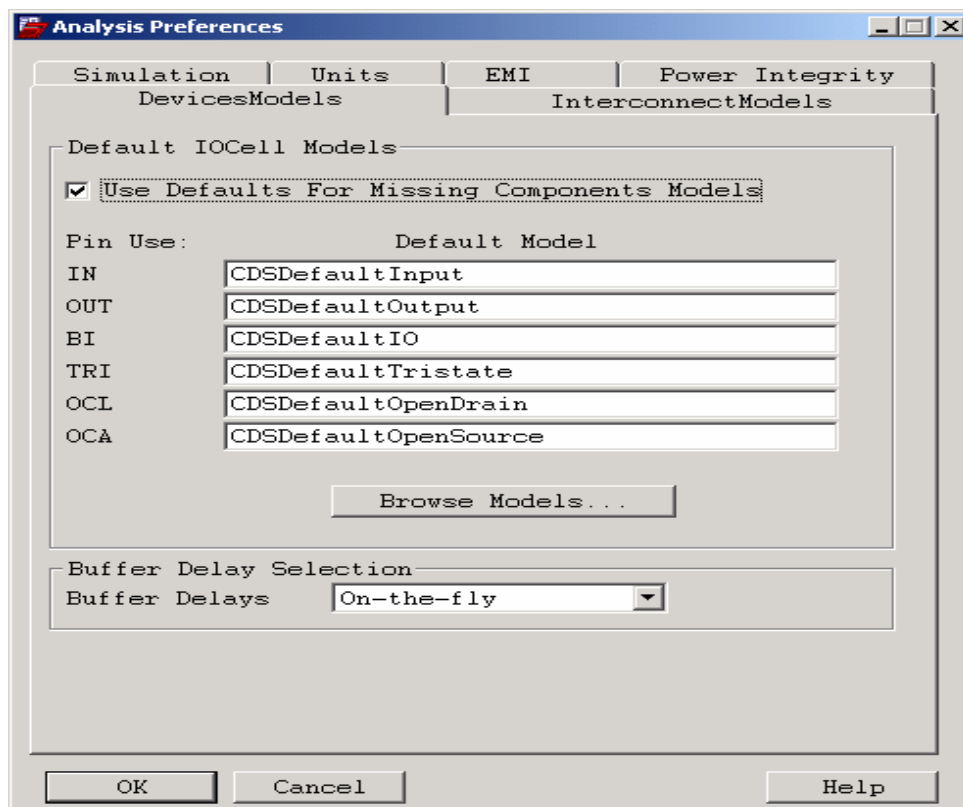

图 6-2 Analysis Preferences 窗口
- 1、在 PCB SI 中打开所需后仿真的 brd 文件, 选择 **Analyze=》SI/EMI Sim=》Preferences** 菜单, **Analysis Preferences** 窗口打开, 如图 6-2 所示
- 2、在 **Analysis Preferences** 框中选择 **DevicesModels** 标签。一般说来, PCB 板上的器件都已赋予了经过验证的模型, 所以该标签中的 **Default IOCell Models** 项没有太大意义, 我们所要做的是选择 **Buffer Delay Selection** 中的 **On-the-fly** 项, 如图 6-2 所示: